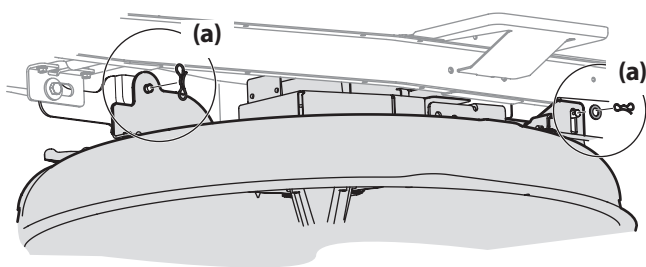

Figure 21
5. Enlevez les goupilles papillon (a) qui maintiennent le plateau de coupe sur l'appareil, comme à la Figure 21.
5. Fixez le plateau de coupe aux bras de relevage du plateau de coupe à l'aide des deux goupilles fendues. Voir Figure 21.